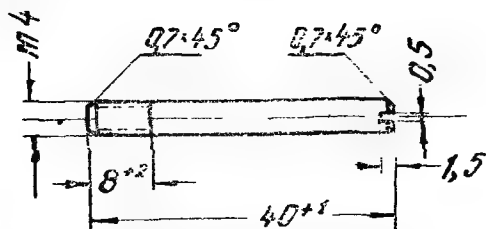
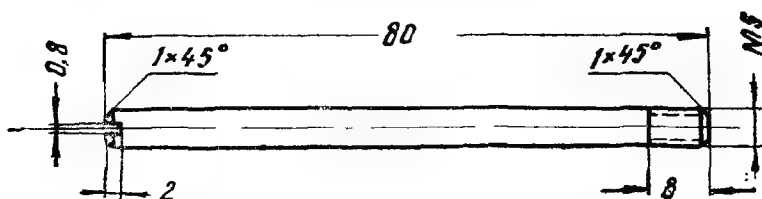

Рис. 4. Шпилька монтажная
Рис. 5. Шпилька монтажная
Для пополнения смазки подшипника со стороны генератора необходимо снять крышку (3), отвернув винты (4); вывернуть один винт (или болт) (1) и заменить его монтажной шпилькой (рис. 4 и рис. 5), после чего вывернуть остальные винты (или болты) и снять наружный фланец (2). Чистой тряпкой, по возможности, удалить старую смазку с подшипника, а также с торца вала и фланца.
- Примечание:** 1. Шпилька (рис. 4) применяется при сборке усилителей ЭМУ-5А и ЭМУ-5П.
2. Шпилька (рис. 5) применяется при сборке усилителей ЭМУ-12А и ЭМУ-12П.